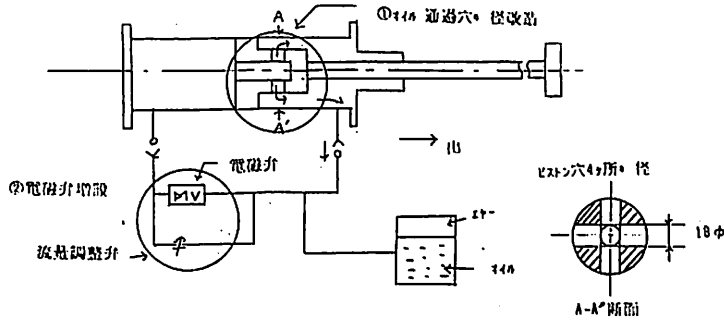

図9 61クッションシリンダー
枠が枠送りプッシャーとクッションシリンダーに挟まれて移行するわけであるが、枠に与えるショックを防止するクッションシリンダーのクッション効果を低下させることなく送りスピードを早めるため、図9の①のように作動油が排出するピストンのオイル通過穴の径を $\phi 18$ から
これまでは、図9のように調整弁1個で定速作動していた。そこでシリンダー（出）時間を早めるため、図9の②のように調整弁と並列に電磁弁を増設し、オイルの供給量を増すことで棒当たり時点まで高速作動させることができ、シリンダー（出）時間が1秒短縮された。
(12) 既設ライン工程—その4